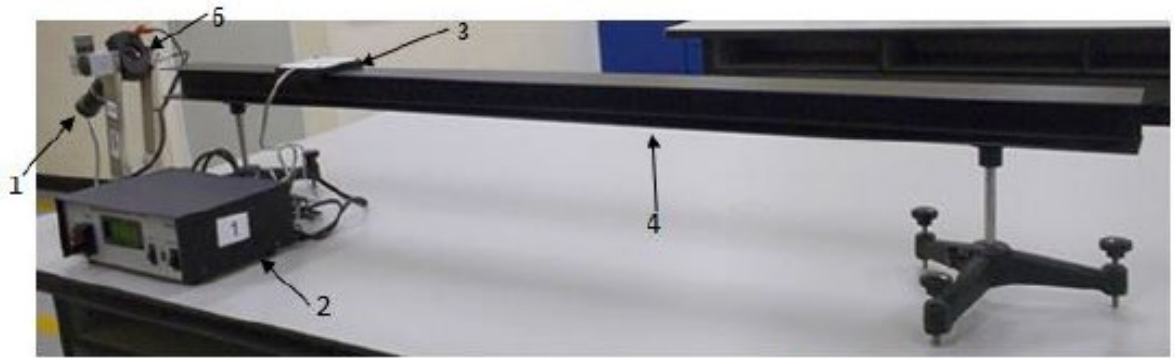

Figura 1. Instalación del Equipo.
1. Instale el equipo como se muestra en la figura 1 y nivele el Sistema de Tiro Parabólico.